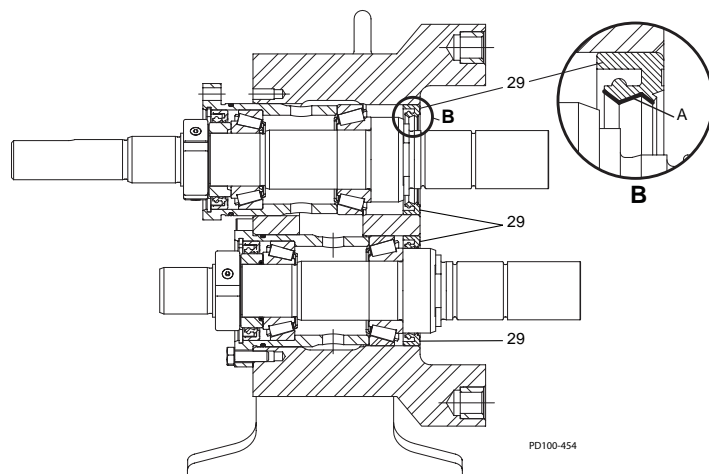
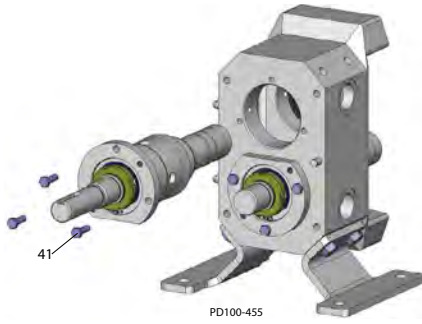

Figura 48 - Aplique grasa de cojinetes
Figura 49 - Fije con los tornillos
1. Vea la Figura 48. Aplique una capa de grasa de cojinetes al diámetro interior (elemento A) de los bordes delanteros del sello (elemento 29).
2. Instale los conjuntos de eje en la caja de engranajes y asegúrelos con los tornillos (Figura 49, renglón 41). Aplique una película delgada de grasa de cojinetes a las perforaciones y a las copas del cojinete, a fin de facilitar la instalación. Sea cuidadoso a fin de evitar daños a los bordes de los sellos (Figura 48, renglón 29) durante el montaje.